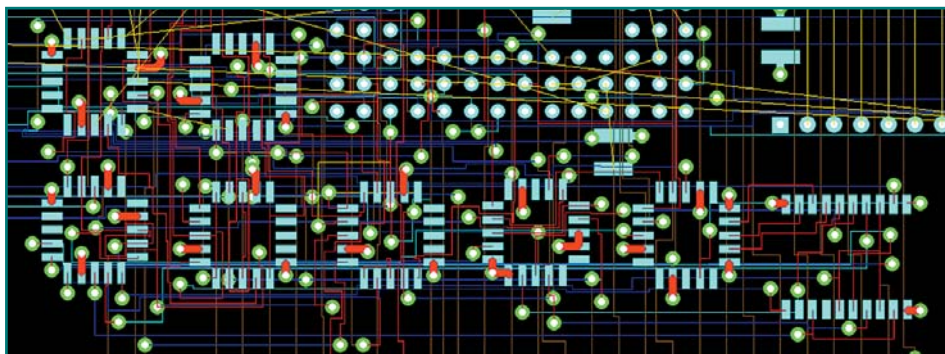

Рис. 19. Результат трассировки стрингеров, вариант 4
Система выполнит трассировку стрингеров, они появятся у всех контактных площадок компонентов, которые имеют связи с указанными микросхемами (рис. 19). Из отчета, показанного на рис. 20, следует, что программа выполнила три прохода трассировки, причем в ходе первого из них (FP) была выполнена трассировка стрингеров, а в ходе двух других — разводка связанных с ними проводников. По окончании процедуры на плате имеется 393 переходных отверстия и 1869 сегментов проводников.